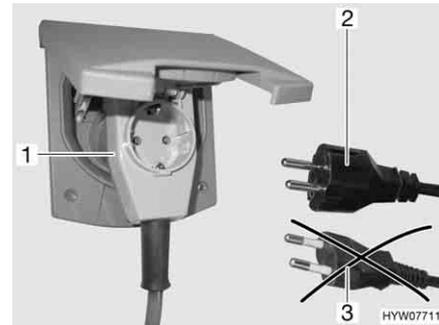

Bild 111 Anschluss an eine Winkelkupplung mit Steckdose
- ▶ Bei Verwendung einer CEE 17 Winkelkupplung mit rückseitig eingebauter Steckdose (Bild 111,1) nur einen gummierten und versiegelten IP 44 Stecker mit Schutzkontakt (Bild 111,2) verwenden. Keine Stecker ohne Schutzkontakt (Bild 111,3) verwenden. Gefahr eines Stromschlages!